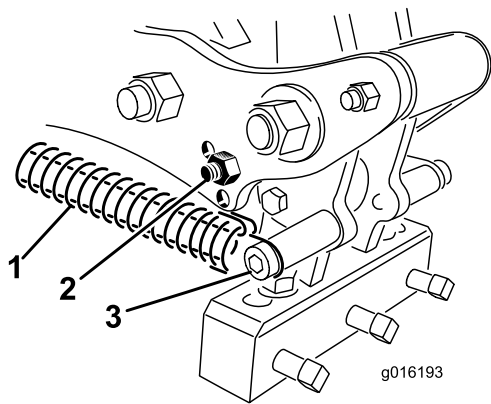

Figura 39
3. Desconecte el muelle tensor del cabezal de taladros (Figura 39).
4. Retire el perno del tope y el tope del brazo de acoplamiento, y colóquelos en el otro taladro de ajuste (Figura 39).